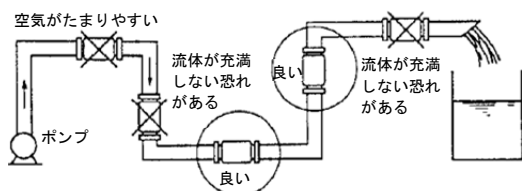

図37 据付例
- 検出器内部を常に測定流体が満たすところに据え付けてください。この条件に関する据え付け例を図37に示します。